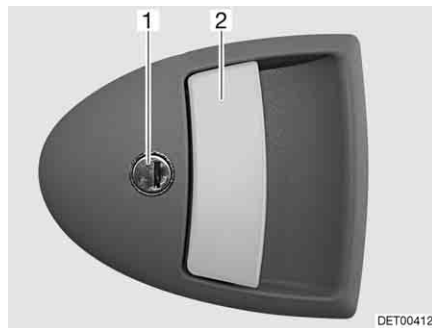

Bild 44 Dörrlås ingångsdörr, utsida
- Stick in nyckeln i låscylindern (Bild 44,1) och vrid den ända tills dörrlåset har låsts upp.
- Drag i dörrhandtaget (Bild 44,2). Dörren är öppen.
- Stick in nyckeln i låscylindern (Bild 44,1) och vrid den ända tills dörrlåset har låsts.